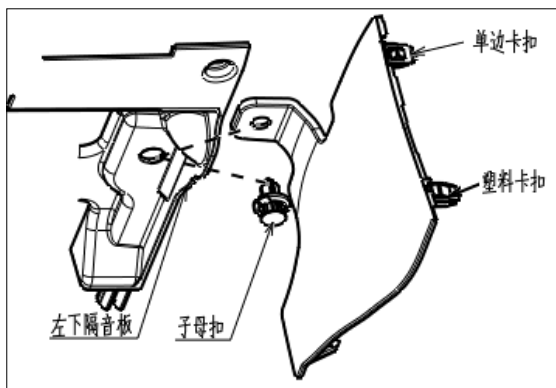

图 1.6.2 左前护板的拆卸
- (1) 使用一字螺丝刀将子母扣拆除，卸下隔音板。
- (2) 右手用力顶着副仪表板本体，左手把左前护板上沿用力往外拉，使如图1.6.2所示的两个安装卡脚全部脱离，然后往后抽出盖板。
- (3) 副仪表板左前护板总成的安装：先把左前护板前端卡脚卡入空调箱体配合孔，再把左前护板后端配合孔对准副仪表板本体卡脚卡入，然后使左前护板后部两个卡脚与相对的副仪表本体上的安装孔对准，用合适的力使卡扣安装紧凑，确保安装外观。